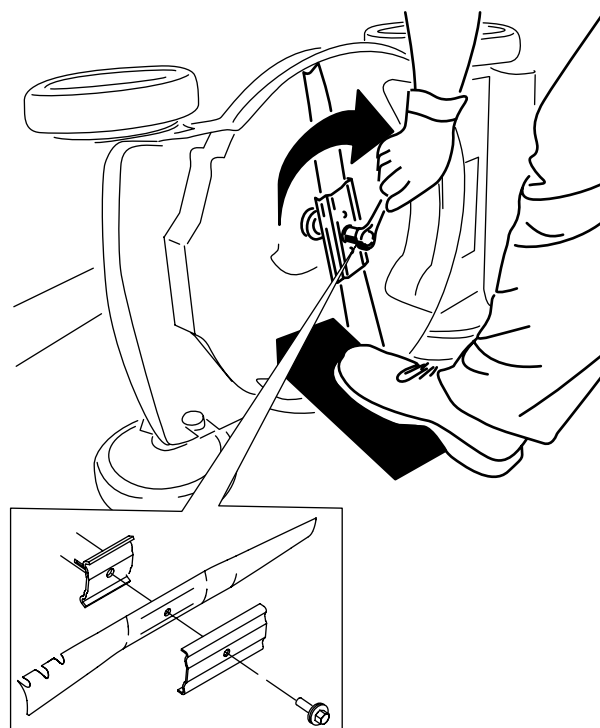

Figura 29
5. Instale la cuchilla nueva y todos los herrajes de montaje (Figura 29).